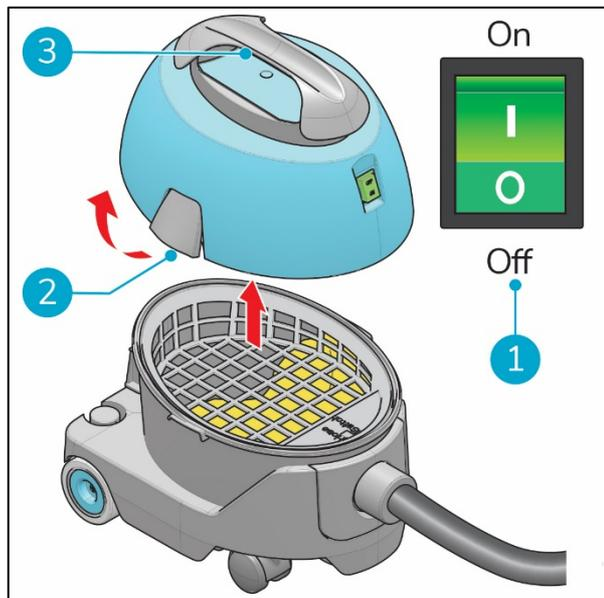

Abbildung 18
1. Schalten Sie den i-vac[®] 5 mit dem ON/OFF-Schalter aus (Abbildung 18, Pos. 1).
2. Öffnen Sie die Riegel (Abbildung 18, Pos. 2).
3. Heben Sie den Deckel am Griff ab (Abbildung 18, Pos. 3).